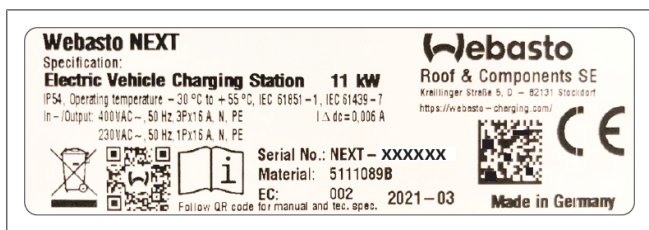

Fig. 1 Exemplo placa de características Next da Webasto (versão de 11 kW)
3. Forneça os detalhes para a sua estação de carga no seguinte formato. Pode obter estas informações, por exemplo, da placa de características na sua estação de carga (ver Fig. 1):